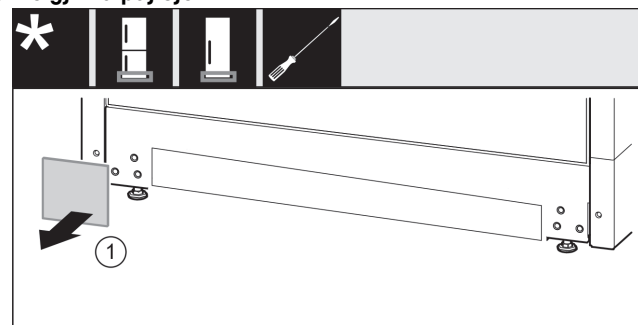

Fig. 42
- Hiqni kapakun mbulues Fig. 42 (1).